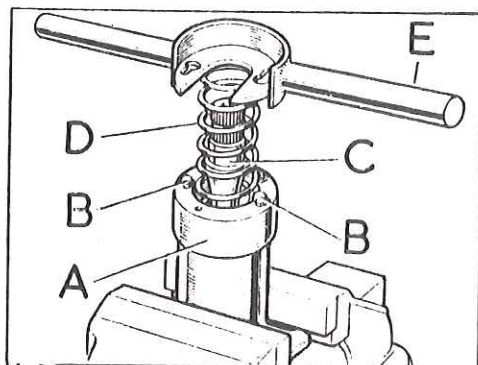

Fig. G-56 Muelle dispuesto para su montaje
- 3.5. Introducir la arandela para el muelle en la caja y colocar los tornillos, B, (Fig. G-56) en la caja, en puntos diametralmente opuestos.